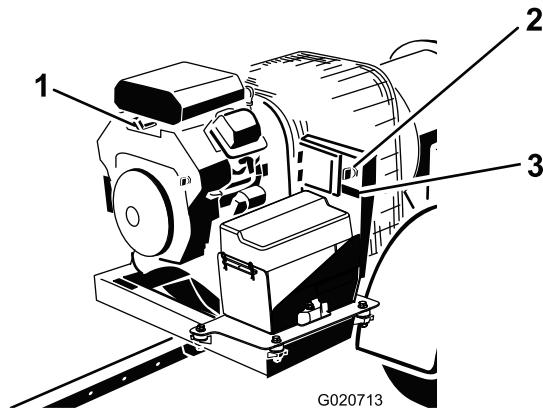

図 14
3. キーを Start 位置に回してすぐに手を離して ON 位置に戻す（図 14）。以上の操作により、レシーバが覚醒する。
4. 機械から離れる場合には、キーを OFF 位置に回してエンジンから抜き取る（図 14）。